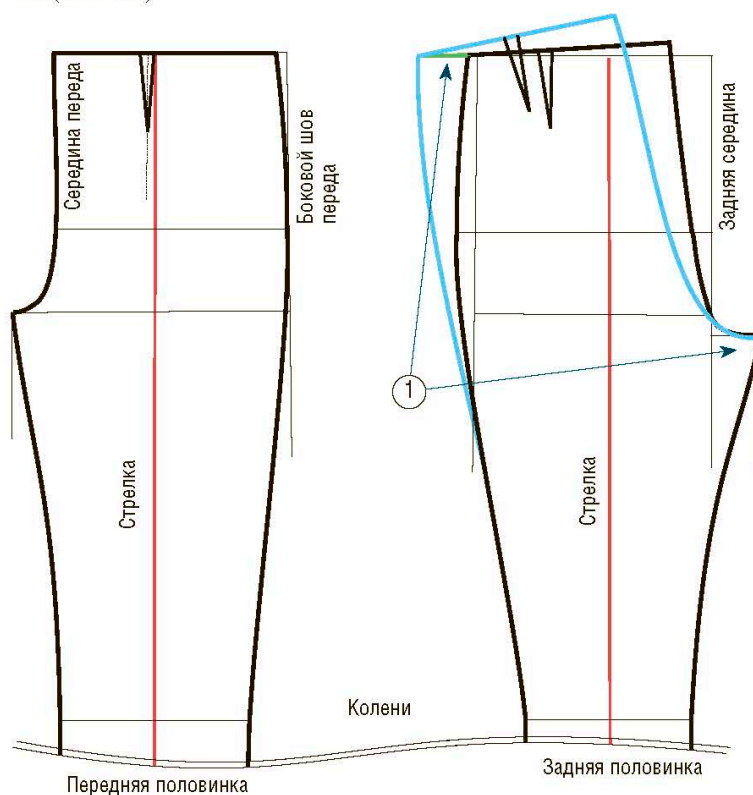

Рис. 1
① Продлите линию талии от бокового шва на величину мерки ширины шагового шва (обозначено зеленой линией на рис. 1). В примере на с. 184, в описании построения базовой выкройки, рассказывается, как рассчитать эту величину, в данном случае она равна 4,1 см.
Затем с помощью кальки или ролика скопируйте верхнюю часть выкройки, начиная от линии сидения, и перенесите ее на чертеж так, чтобы пересечение линий бокового шва и талии находилось в крайней точке удлиненной линии талии (показана голубым на рис. 1). Начертите кривую между линией шагового шва и бокового шва.